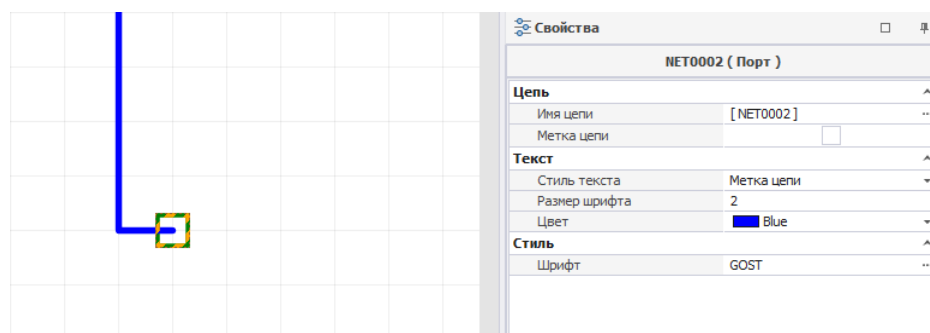

Рис. 120 Символ свободного окончания незавершенной цепи
1. Выделить символ свободного окончания цепи щелчком мыши, см. Рис. 120.